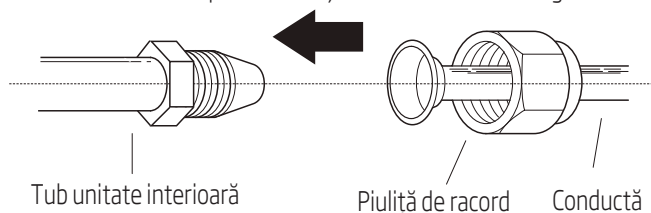

Fig. 7.7
1. Aliniați centrul celor două conducte pe care le veți conecta. A se vedea Fig. 7.7.